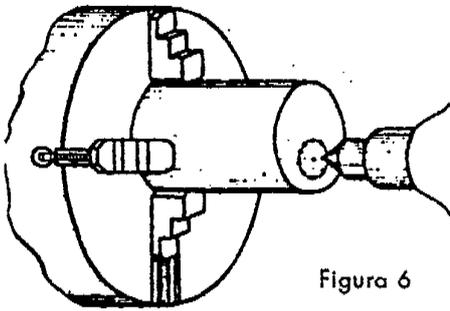
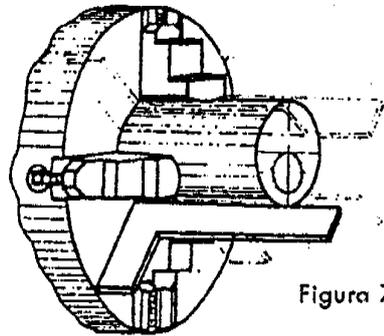

Figura 6
Figura 7
- b. Coloque la pieza y apoye la contrapunta (Figura 6) o la escuadra (Figura 7), para ayudar al centrado.